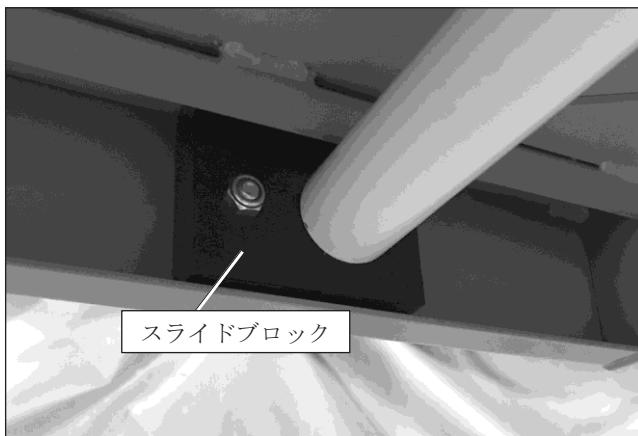

図8.13 - 作業床前部の下側
2. 下部操作盤で作業床を上昇させ、作業床前側下面にあるスライドブロックを目視点検します（図8.13を参照）。スライドブロックは、作業床の各側に1つずつあります。スライドブロックは良好な状態にあり、引っかかりがなく自由に動かなければなりません。